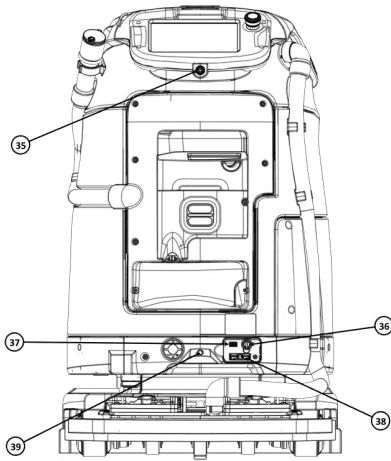

Figure 5
- 35. buttuna tal-enerġija (Figure 5)
- 36. swiċċ taċ-ċavetta (Figure 5)
- 37. port USB (għas-servizz biss) (Figure 5)
- 38. port tal-iċċarġjar manwali (Figure 5)
- 39. kamera RGB ta' wara (Figure 5)